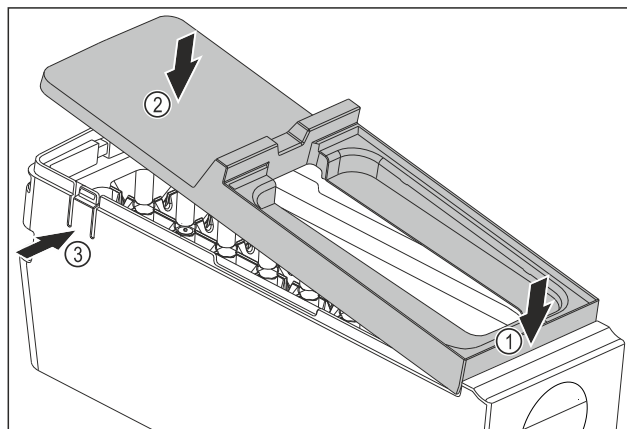

Fig. 113
- Montare la copertura del corpo dell'EasyTwist-Ice: Applicare la copertura sul davanti. Fig. 113 (1)
- Abbassare la copertura sul retro. Fig. 113 (2)
- La copertura si innesta in entrambe le linguette Fig. 113 (3) in modo udibile.